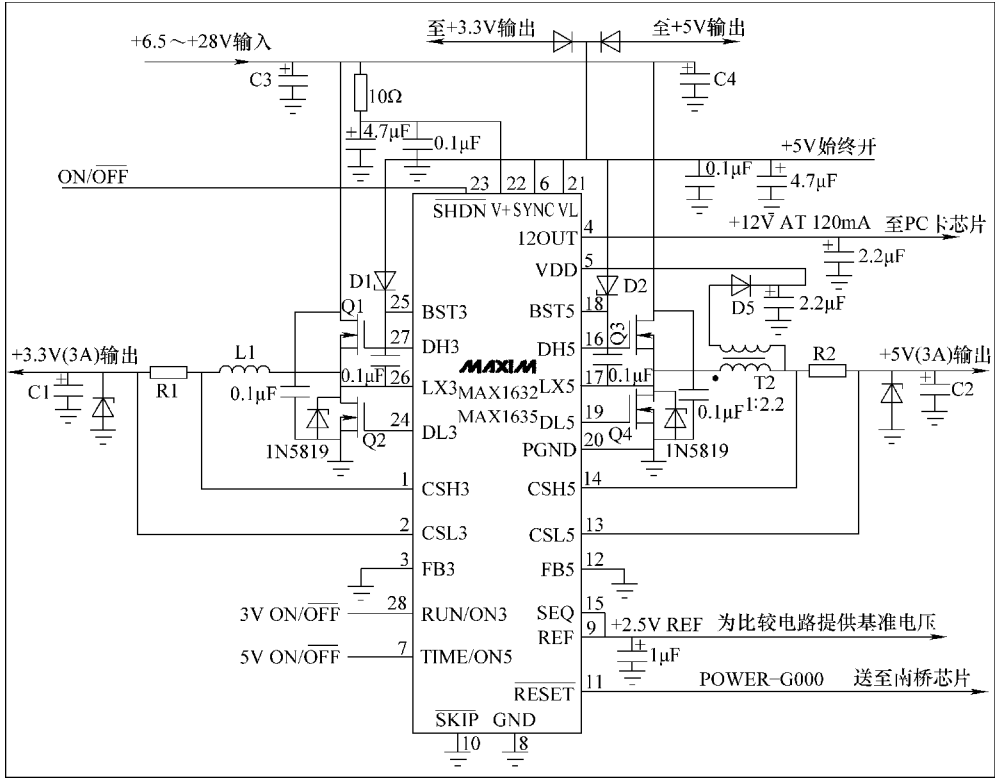

图 5-3 由 MAX1632 组成的笔记本电脑系统供电代表电路
3. 由 MAX1632 组成的笔记本电脑系统供电代表电路 (见图 5-3)